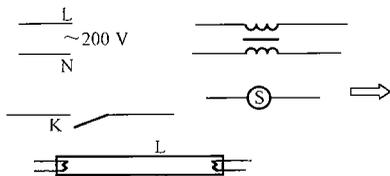

图 E-29
**Jf5E2020** 如图 E-29 所示, 将一个 K, 双线圈镇流器 L, 启辉器 S 和日光灯 D, 接于 220V 交流电源上, 画出该接线图。